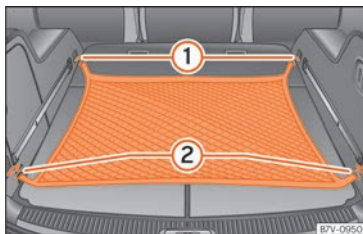

Fig. 149 En el maletero: red para equipaje colgada.
- Enganche la red para equipaje en las argollas de amarre »» fig. 149 ① y ②.
- Desenganche los ganchos de la red para equipaje de las argollas de amarre »» fig. 149 ① con cuidado.
- Desenganche los ganchos de la red para equipaje de las argollas de amarre »» fig. 149 ② con cuidado.